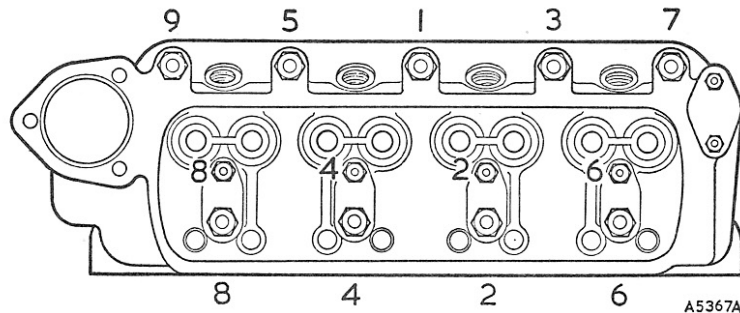

Fig. A.4
4) Løsn vippearmsakslens konsols og topstykkets møtrikker gradvis og i den på fig. A.4 viste rækkefølge. Når spændingen er udløst, tages konsolmøtrikker og aksel og konsoller af.
18) Spænd topstykkets og vippearmsakslens møtrikker til de opgivne tilspændingsværdier og i den på fig. A.4 viste rækkefølge.
11) Spænd topstykkets og vippearmsakslens møtrikker til de korrekte tilspændingsværdier og i den på fig. A.4 viste rækkefølge.